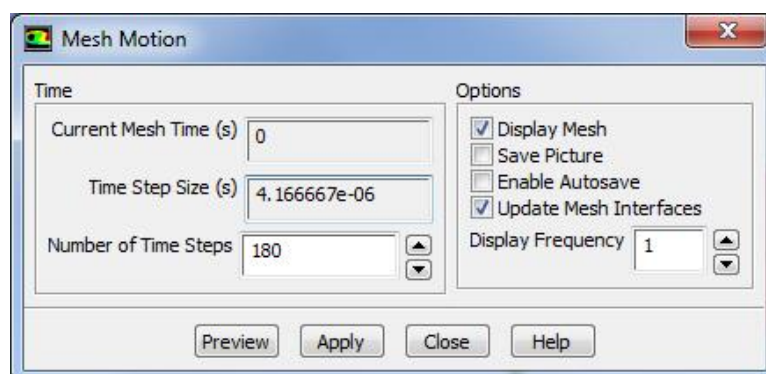

Рисунок 1.34 – Меню предварительного просмотра движения сетки (*Mesh Motion*)
3. Для настройки параметров предварительного просмотра сетки (рисунок 1.34) выполняется следующие действия: